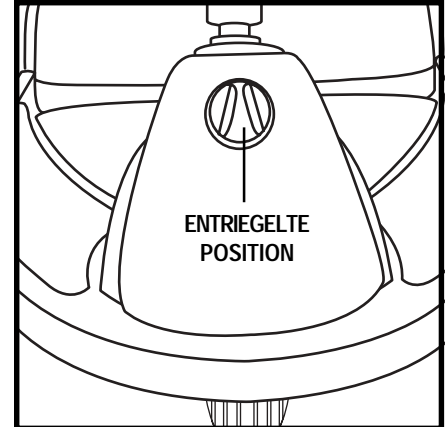

Abb. 14. Lenkersicherungshebel
1. Verriegeln Sie den Lenker in einer Position, indem Sie ihn nach vorn positionieren, dann den Lenkersicherungshebel eindrücken und 90° im Uhrzeigersinn drehen. Siehe Abb. 14.